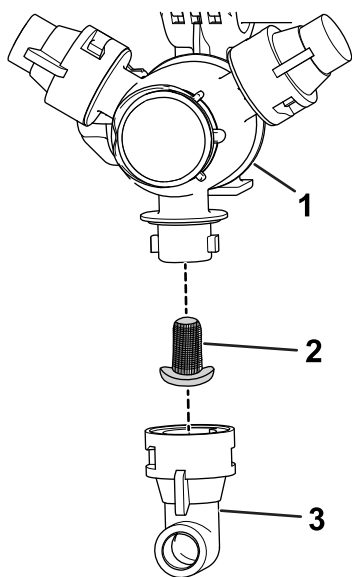

Figura 57
2. Retire o bico da cabeça de pulverização (Figura 57).
3. Retire o filtro do bico (Figura 57).
5. Instale o filtro do bico (Figura 57).
6. Instale o bico na cabeça de pulverização (Figura 57).